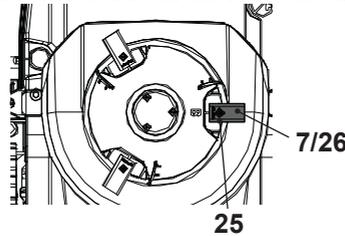

Fig. 22
Vérifiez régulièrement si les lames de coupe (7) sont émoussées, ébréchées ou endommagées. Remplacez les lames et les vis de fixation par les lames de coupe (26) et les vis (25) de rechange si nécessaire (Fig. 22) :
2. Retirez les vis de fixation et les lames de coupe (7) avec un tournevis.